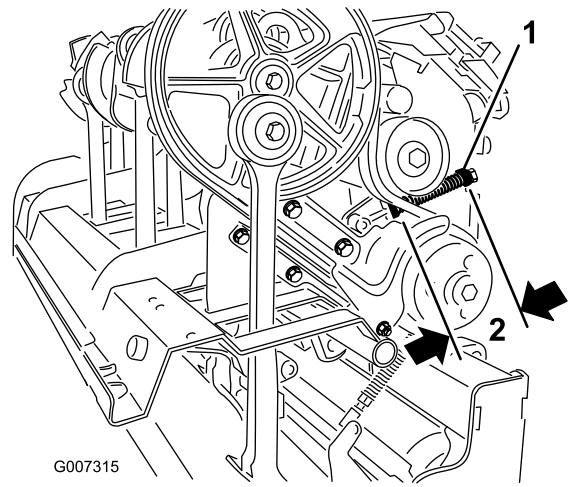

Figura 35
C. Afloje la contratuerca que sujeta el retenedor del muelle (Figura 35).
D. Ajuste el retenedor del muelle hasta que la longitud del muelle comprimido sea correcta (Figura 35).